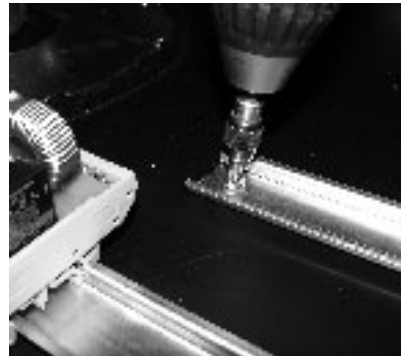

Abb. 4
1. Hutschiene am vorgesehenen Platz montieren (Abb.4)